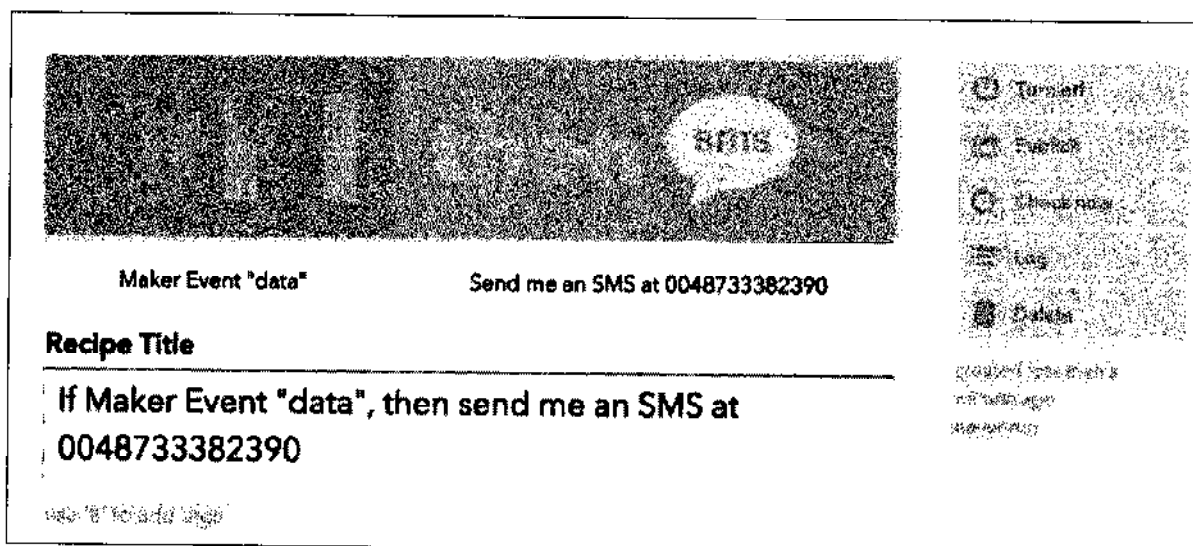

Рис. 7.20. Законченное правило для отправки сообщений
6. Наконец, создаем правило (рис. 7.20).